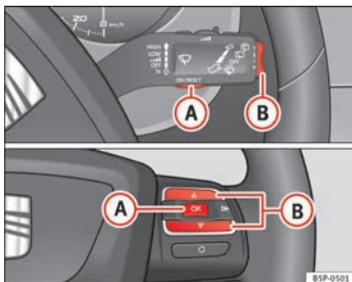

Fig. 41 Botões basculantes A e B. Comandos no volante.
- Com a ignição ligada, pressionar brevemente o botão ⇒ Fig. 41 **(A)** do manípulo do limpavidros para mudar de uma memória para outra ou pressionar o botão **(A)** dos comandos no volante ⇒ Fig. 41.